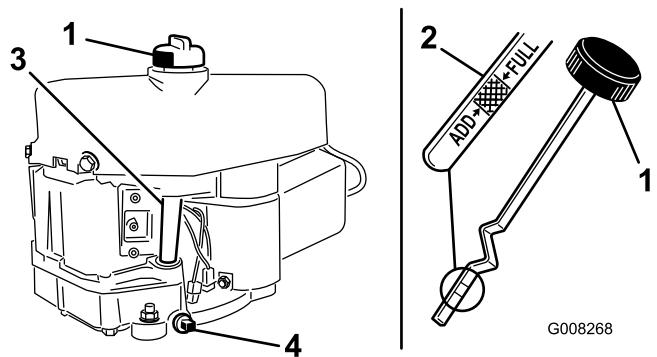

Bild 23
7. Reinigen Sie den Bereich um den Ölpeilstab (Bild 23), damit kein Schmutz in den Einfüllstutzen gelangen und den Motor beschädigen kann.
9. Nehmen Sie die Ölabblassschraube ab, damit das Öl ablaufen kann (Bild 23).
11. Reinigen Sie den Bereich um den Ölpeilstab und drehen den Verschlussdeckel ab (Bild 23).
12. Gießen Sie ca. 80 % der angegebenen Ölmenge langsam in den Einfüllstutzen (Bild 23).